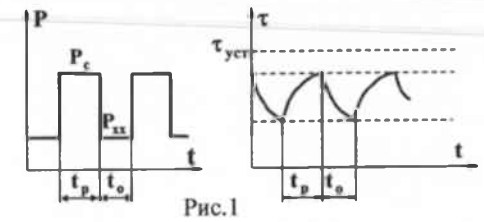

Рис.1
7. Какому режиму работы соответствует график нагрузки (рис.1)?